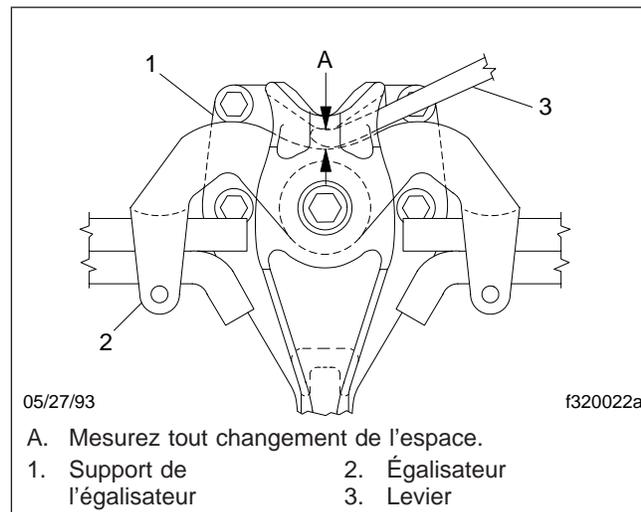

Fig. 2, Vue latérale de l'égalisateur
1. Bloquez le cadre suffisamment haut pour enlever le poids du châssis des ressorts. Tentez de déplacer l'égalisateur vers le haut et le bas, à l'aide d'un levier entre la partie supérieure de l'égalisateur et la partie supérieure du support de l'égalisateur. Appliquez uniquement une pression manuelle. Voir la **figure 2**. Si le mouvement au